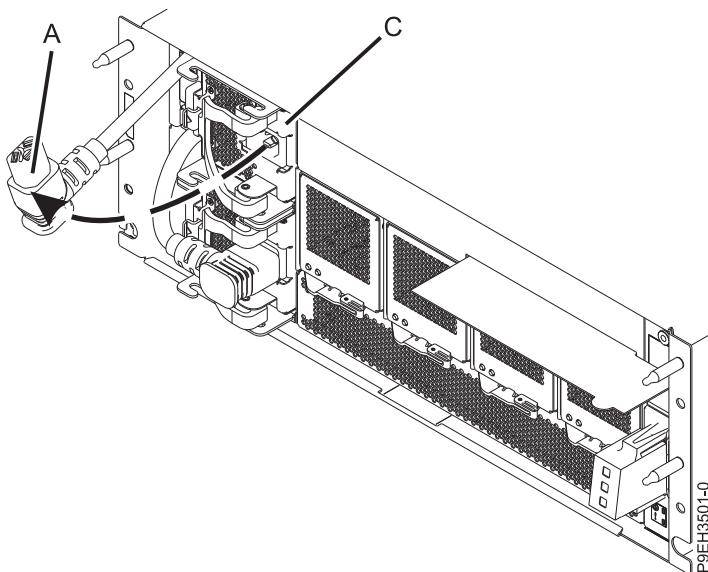

図 4. EMX0 PCIe3 拡張ドロワーの電源装置からの電源コードの切り離し
2. 電源装置 (C) の電源コード (A) を、図 4 に示す方向に引いて、電源コードを電源装置から切り離します。